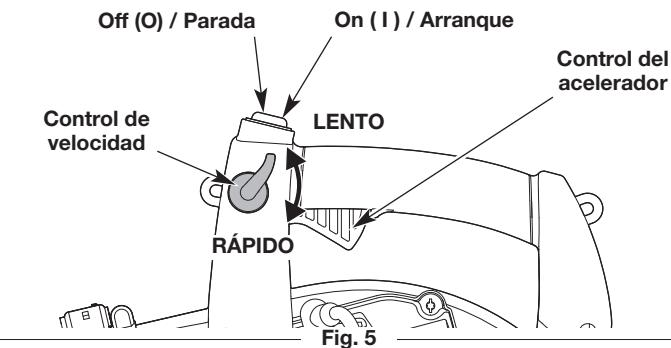
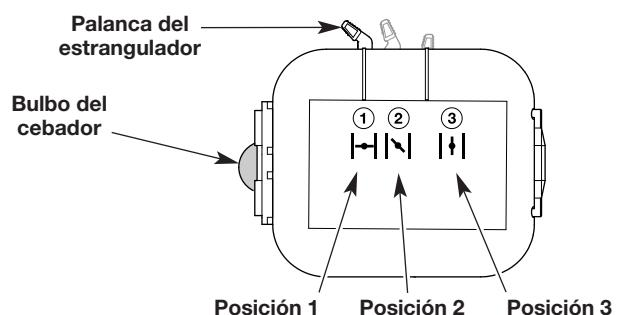

Fig. 5
Fig. 6
- NOTA:** No es necesario encender la unidad. El interruptor de encendido/apagado está en la posición ON (I) (encendido) en todo momento (Fig. 5).
3. Presione y luego suelte el bulbo del cebador lentamente **10 veces** (Fig. 6). Si no puede ver combustible en el bulbo del cebador, oprima y suelte el bulbo del cebador hasta que se vea combustible.
4. Coloque la palanca del estrangulador en la **Posición 1** (Fig. 6).
5. Mueva el control de crucero a la posición LENTO (Fig. 5).
- NOTA:** Mantenga el control de crucero en posición LENTO y **NO** presione el control del acelerador hasta el paso 10 (Fig. 5).
8. **NO** apriete el control del acelerador. Coloque la palanca del estrangulador en la **Posición 2** (Fig. 6).
10. Apriete y mantenga oprimido el control del acelerador o mueva el control de crucero a la posición RÁPIDO (Fig. 5). Deje que el motor se caliente durante 30 a 60 segundos.
11. Siga oprimiendo el control del acelerador o mueva el control de crucero a la posición RÁPIDO (Fig. 5). Pase la palanca del estrangulador a la **Posición 3** (Fig. 6) y siga calentando el motor durante 60 segundos más. Se puede usar la unidad durante este período.
**SI...** el motor no funciona de manera uniforme, regrese la palanca del estrangulador a la **Posición 2** (Fig. 6) y siga calentándolo.
2. Oprima y mantenga apretado el interruptor de encendido/apagado en la posición APAGADO hasta que el motor se pare por completo (Fig. 5).
- Use el control de velocidad para facilitar la operación continua (Fig. 5).